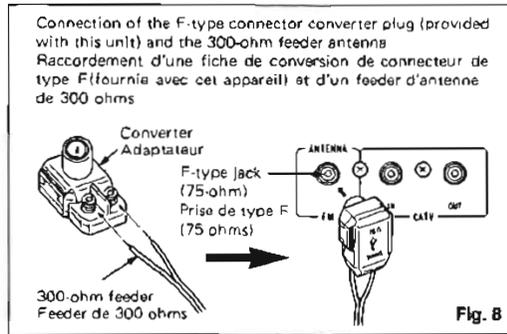

Fig. 8
- The feeder antenna must be attached to the converter plug first and then connect to the F-type connector on the rear panel. (Fig. 8)
- Le feeder d'antenne doit être d'abord fixé à la fiche de conversion et puis raccorder au connecteur le type F sur le panneau arrière (Fig. 8)